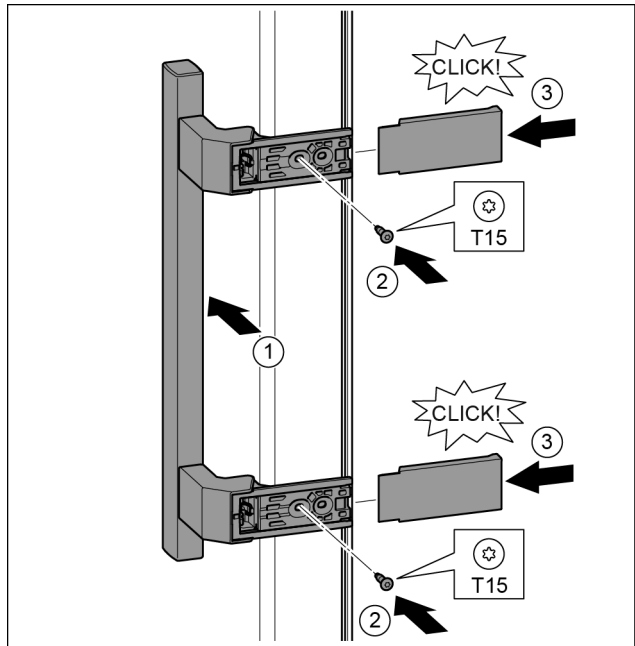

Fig. 37
- ▶ Установить ручку на противоположной стороне. Fig. 37 (1)
- ▶ Затянуть винты отверткой T15. Fig. 37 (2)
- ▶ Установить крышки сбоку и надвинуть. Fig. 37 (3)